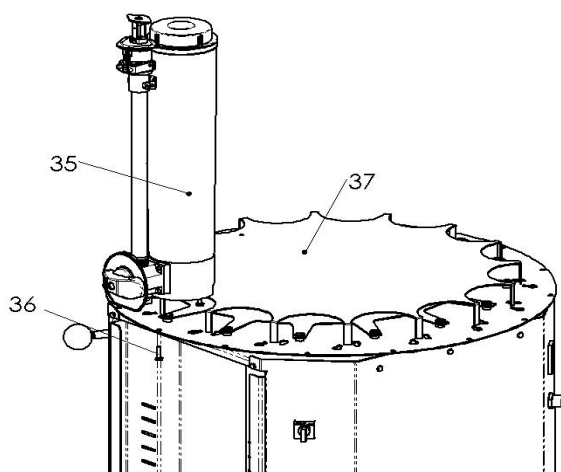
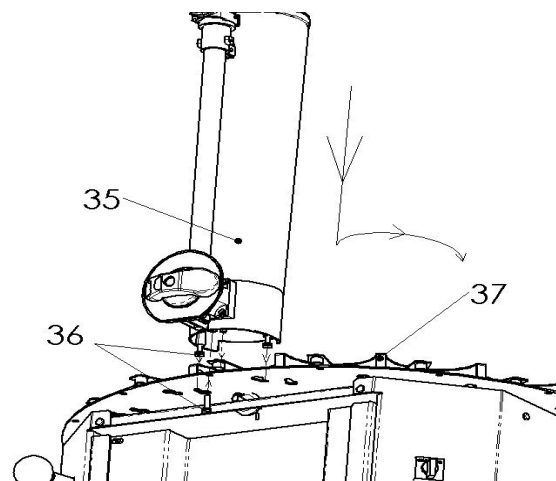

Рис. 3-2
Рис. 3-3
- 1) Осторожно, чтобы не нанести повреждений, удалите крышку (37) из упаковки.
- 3) Удалите упаковку контейнера в сборе (35).
- 4) Станьте лицом к передней части прибора (Рис. 3-2). Убедитесь, что карусель зафиксирована рукояткой шкалы карусели и вставьте стержень контейнера (35) в пластиковую втулку диска мешалки, после чего разместите два винта (36), расположенные в нижней части контейнера в сборе, в гнезда поворотного стола и медленно поверните их против часовой стрелки.
- 5) Закрепите два винта (36) x 2 с помощью 10-мм гаечного ключа или 10-мм рожкового ключа или крестовой отвертки, в зависимости от используемых винтов.
- 6) Вставьте третий винт (36) x 1 (Рис. 3-3) в переднюю часть контейнера, чтобы надежно закрепить его и затяните, как и предыдущие.